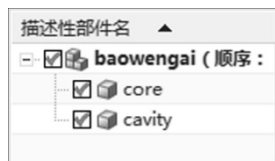

图8-11 创建两个下层文件
(27) 在“装配导航器”中选中“baowengai”→单击鼠标右键→选取“WAVE”→选取“新建级别”，先选取下面的零件，文件名设为 core；再选取上面的零件，文件名设为 cavity，创建两个下层文件，如图8-11所示。
(28) 单击“保存”按钮，在 WAVE 模式建立的下层文件保存在指定目录中。